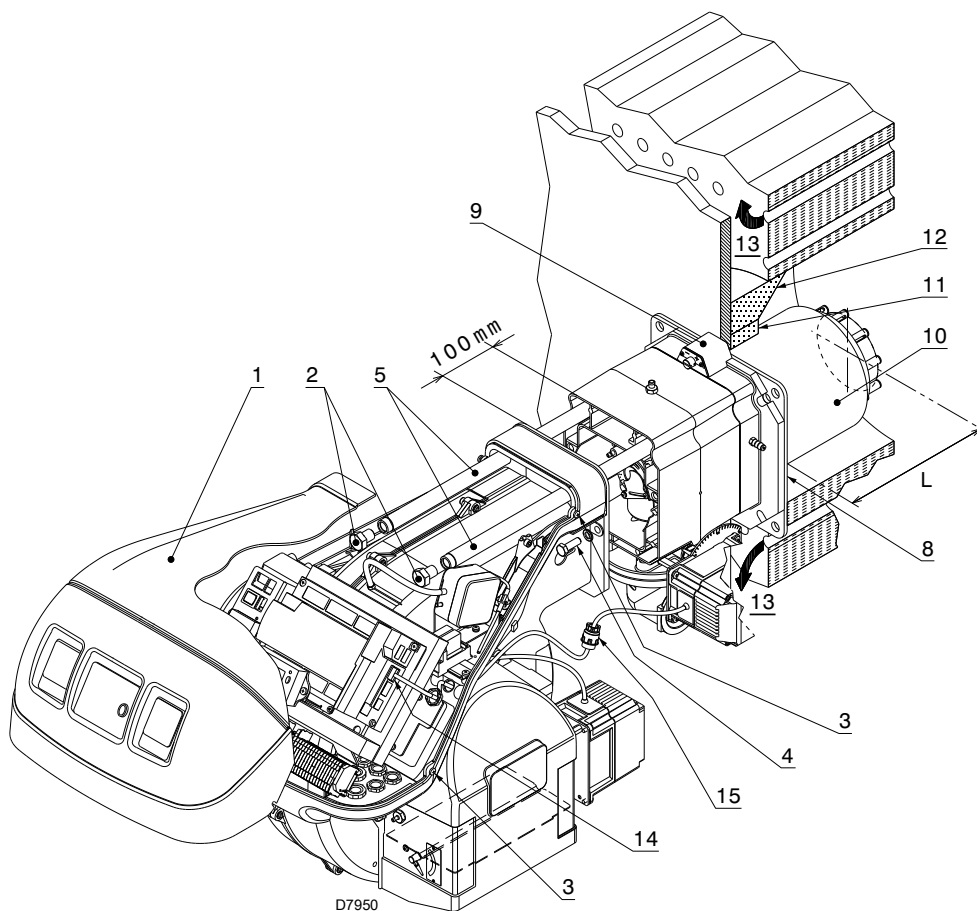

图 17
对于带前烟道 13)(第 24 页图 17) 或中心回焰式炉膛的锅炉, 必须在锅炉炉补 12) 和烟道 10) 间插入炉补材料 11) 保护。
将燃烧头与燃烧器的其余部分分开，如图 17 所示；操作如下：
- ▶ 将燃烧器重新安装在导轨 3) 上，距离管接头 4) 约 100 mm，燃烧器位置如图 17 所示；
- ▶ 连接伺服电机 14) (图 17) 的插头并拧紧固定孔 15)；